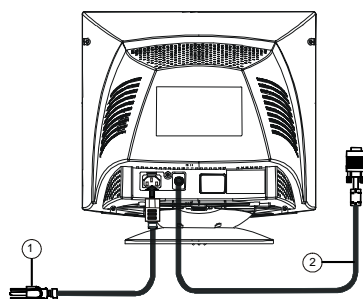

Рис. 2. Подключение кабелей
**Подключение сигнального кабеля:** один конец сигнального кабеля подключен к монитору неразъемным соединением. Подключите другой конец сигнального кабеля к видеоадаптеру и затяните два винта на кабельном разъеме (см. рис. 2).
**Подключение шнура питания:** вставьте один конец шнура питания в гнездо питания монитора, а другой конец в заземленную розетку, разветвитель, рекомендованный лабораторией по технике безопасности (UL) или в сетевое гнездо на корпусе компьютера.